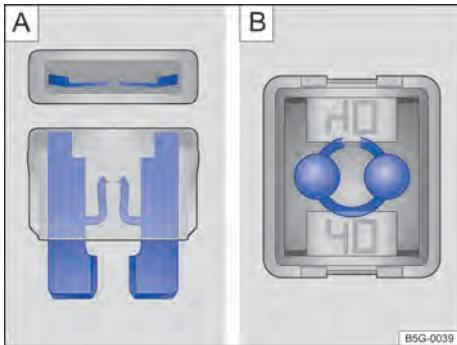

Fig. 172 Fusível queimado: A: fusível plano, B: fusível de bloqueio.
⇒ Fig. 172 A.
- Um *fusível de bloqueio (JCASE[®])* queimado é reconhecido pelas faixas metálicas derretidas por cima da carcaça transparente ⇒ Fig. 172 B.